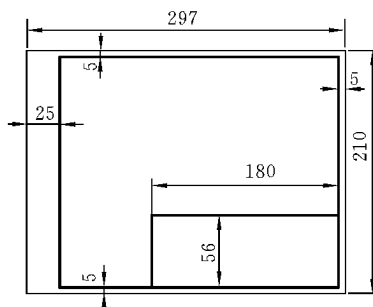

图 2.21 四号图幅和标题栏
2. 使用“矩形”命令和“直线”命令绘制图 2.21 所示的四号图幅和标题栏。操作中使用绝对坐标、相对坐标、对象捕捉、对象追踪、正交。